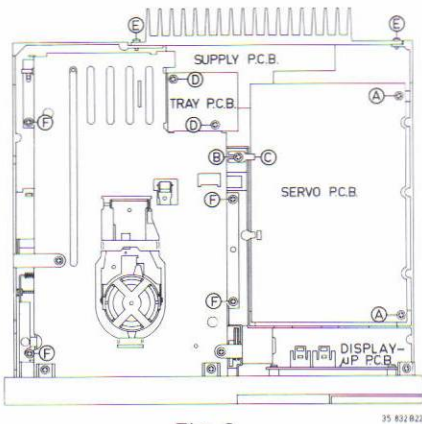

Fig. 3
- Verwijder de 2 schroeven E (zie fig. 3).
SERVICEN VAN DE SERVOPRINT EN DE DEKODEER-PRINT (zie fig. 3)
- Verwijder de 4 schroeven F (zie fig. 3).